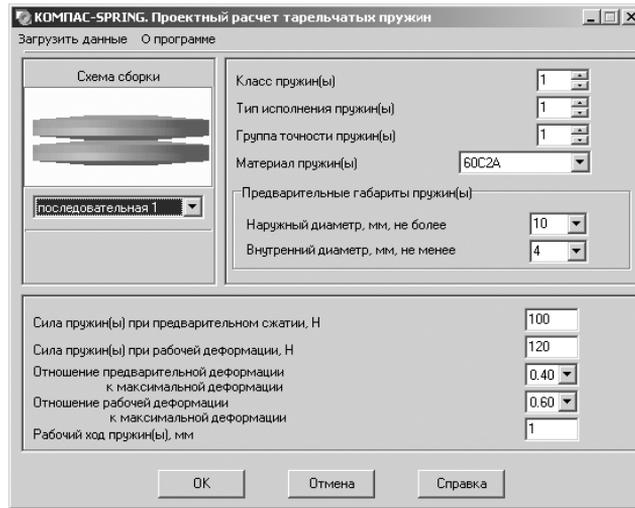

Рис. 4.48. Главное окно системы КОМПАС-SPRING. Проектный расчет тарельчатых пружин
- щелкните в главном окне системы **Проектирование тарельчатых пружин** по кнопке **Проектный расчет**. Появится главное окно системы **КОМПАС-SPRING. Проектный расчет тарельчатых пружин**, изображенное на рис. 4.48.
*Первый способ – непосредственный ввод исходных данных в поля главного окна системы **КОМПАС-SPRING. Проектный расчет тарельчатых пружин**. Введите нужные вам значения проектируемой пружины, например те, которые представлены на рис. 4.48.*